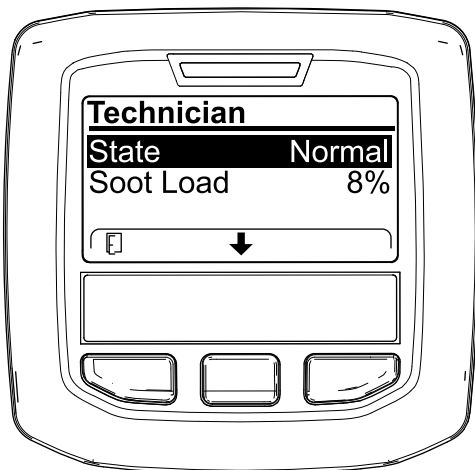

Рисунок 72
- Используйте рабочую таблицу по фильтру DPF, чтобы понять текущее состояние работы DPF (Рисунок 72).